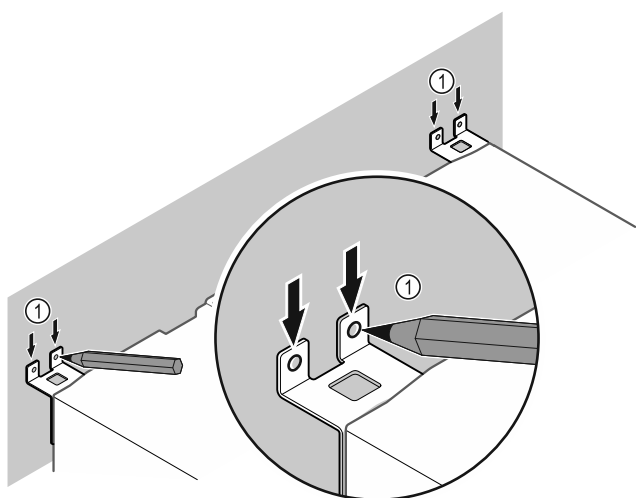

Fig. 11
- ▶ Postavite oznake na zid Fig. 11 (1).